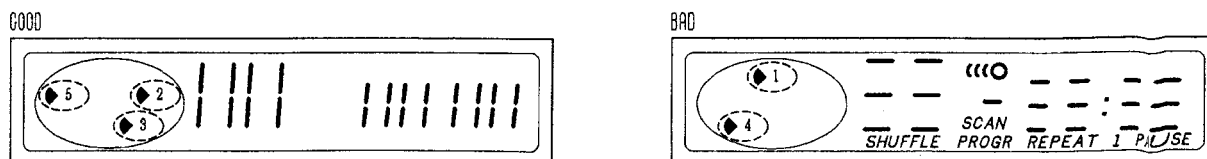

Fig. 1
**Il display visualizza il risultato (ved. la Fig.1)**
**Das Ergebnis sehen Sie im Display. (siehe Fig. 1)**